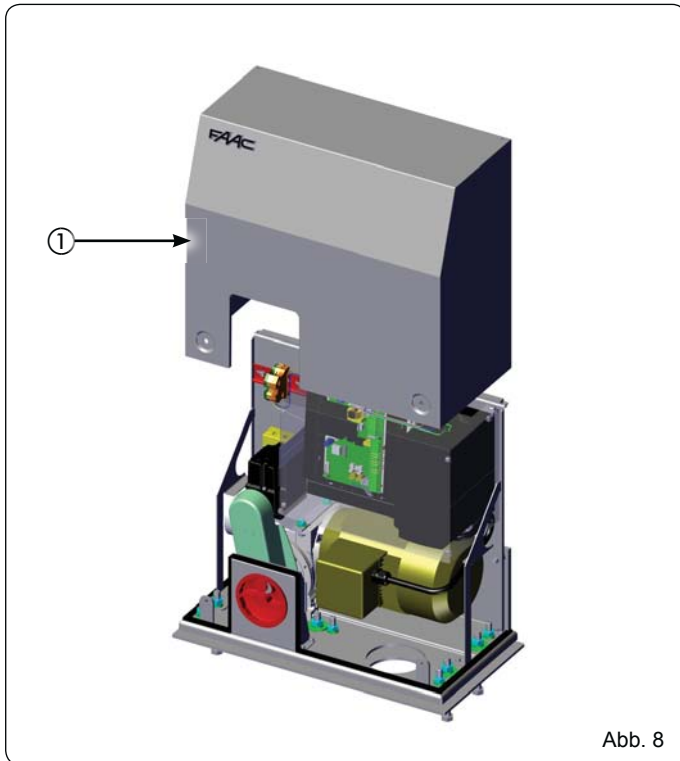

Abb. 8
1. Die Abdeckung abheben (Abb. 8, Bez. ①).